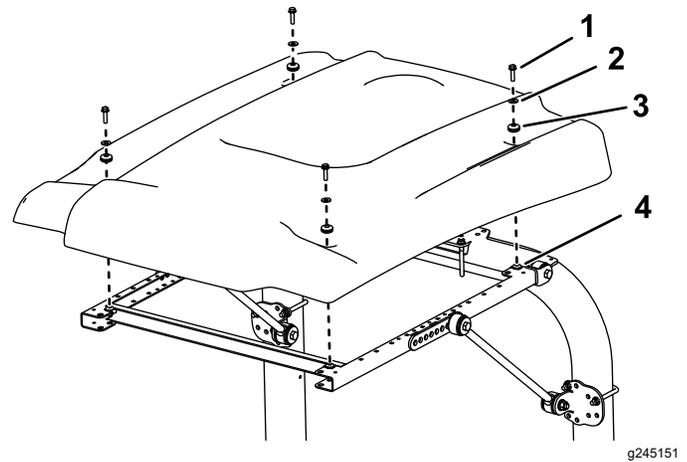

図 25
13. 図 25 に示すようにサンシェードをフレームに載せて、取り付け穴を整列させる。
14. サンシェードの各コーナー部をフレームに仮止めするフランジヘッドボルト 5/16 x 1 1/4" 1本、小さいワッシャ 1枚、ハトメ 1 個を使用する図 25。